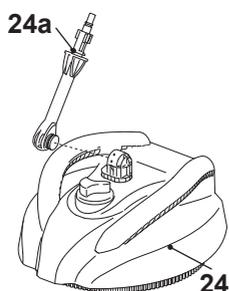

Fig. 12
- > Montez le connecteur d'angle (24a) sur le support situé au-dessus de la laveur de sol (24) et fixez-le avec la broche en U (24c) (Fig. 12, 13).